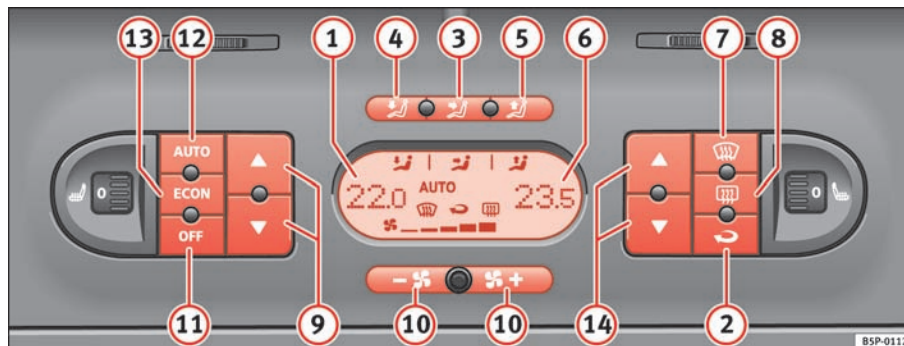

Fig. 127 På instrumentpanelet: betjeningslementer til 2C-Climatronic
- Tryk på en af knapperne ⇒ fig. 127 ③ til ⑤, **ECON** eller på knappen til blæseren ⑩. Symbolet **AUTO** forsvinder fra displayet.
- Tryk på knappen  ⇒ side 153, fig. 127  for at aktivere eller deaktivere recirkulationsfunktionen. Funktionen er aktiveret, hvis symbolet  vises i displayet.